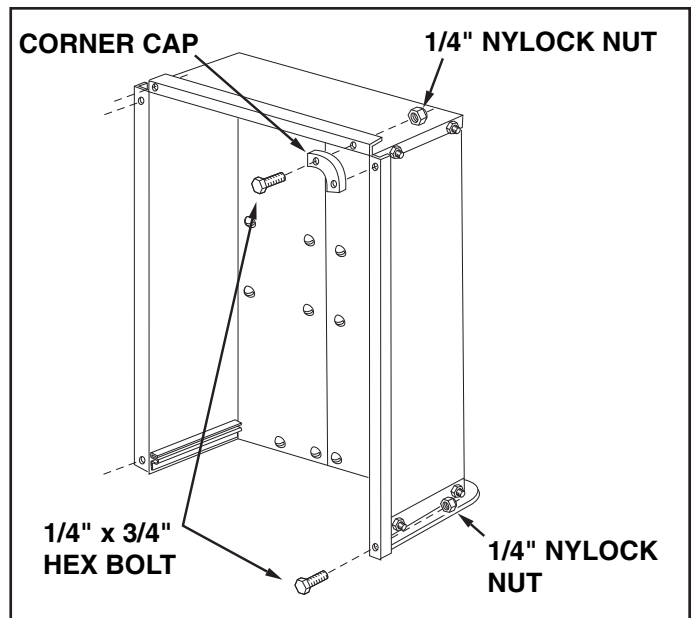

FIGURE 8
12. Assemble the two corner caps to the front corners of the cart using four $1/4" \times 3/4"$ hex bolts and $1/4"$ nylock nuts. Also assemble two $1/4" \times 3/4"$ hex bolts and $1/4"$ nylock nuts to the two rear corners of the cart. **TIGHTEN**. See figure 8.
12. Assemblez les deux barrettes en chapeau d'angle aux coins avant de la remorque en utilisant quatre boulons hex. 1/4" x 1/2" et des contre écrous hex. 1/4". Assemblez aussi deux boulons hex. 1/4" x 3/4" et les écrous hexagonaux 1/4" aux deux coins arrières de la remorque. **SERREZ.** Voir figure 8.